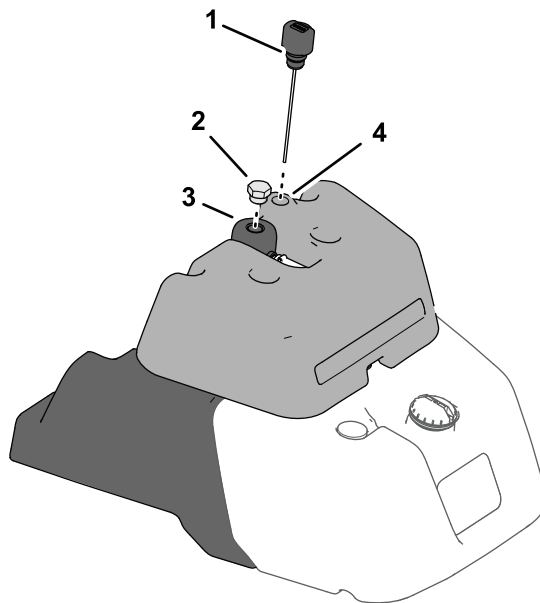

图36
- 如果油箱顶部有燃油油位计，请找到泄漏检测油箱顶部液压系统的量油尺（图36），然后转至步骤 3。